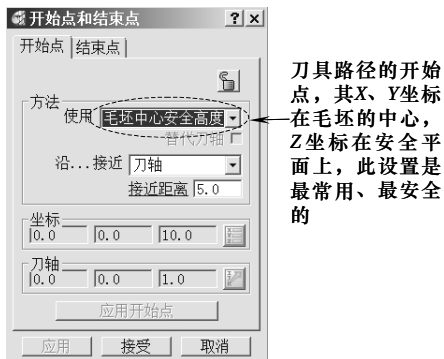

图 2-9 设置开始点
4) 设置加工开始点和结束点：在 PowerMILL “综合” 工具栏中，单击“开始点和结束点”按钮，打开“开始点和结束点”表格。在“开始点”选项卡中，按图 2-9 所示设置开始点位置。切换到“结束点”选项卡，按图 2-10 所示设置结束点位置。设置完成后，单击“接受”按钮退出。